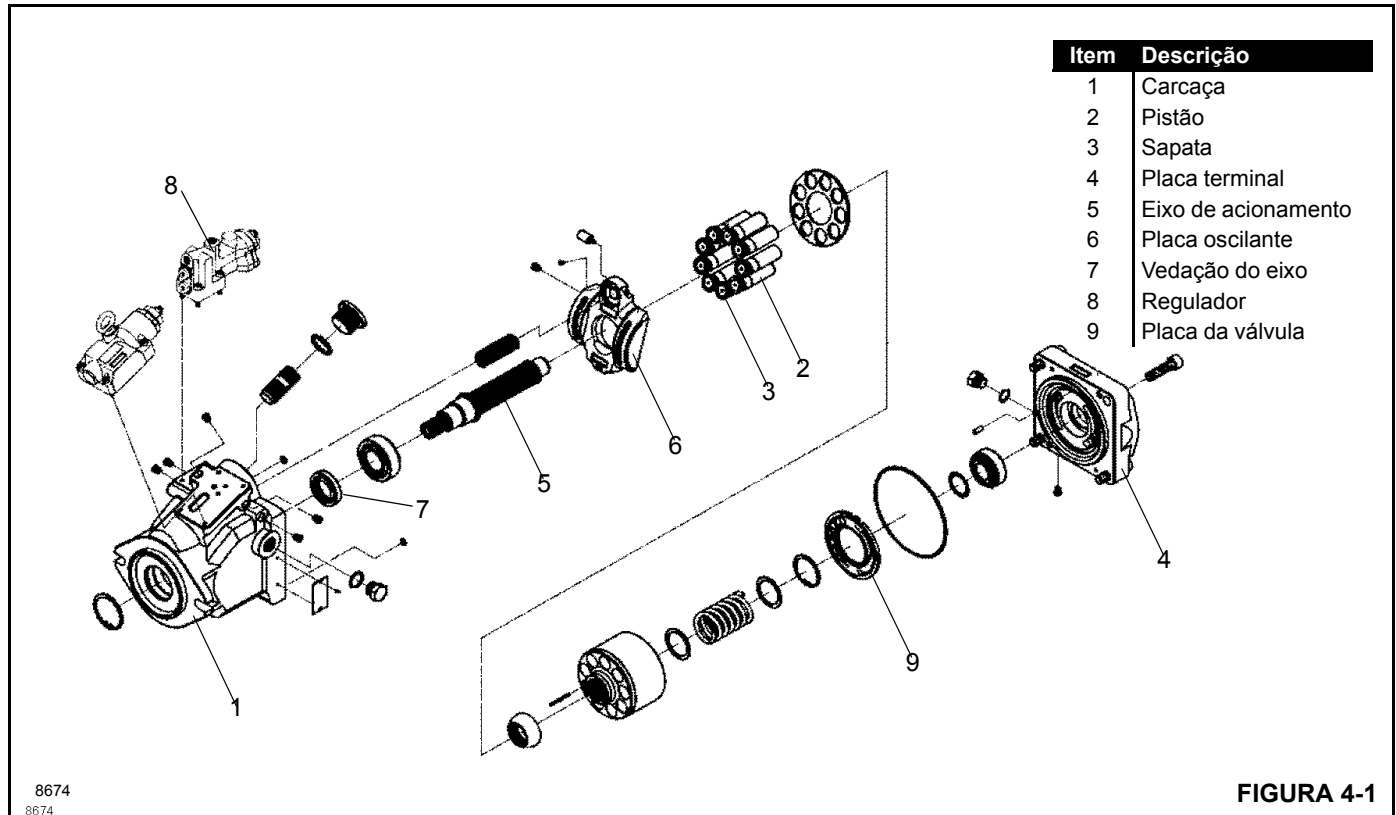

FIGURA 4-1
A bomba consiste basicamente em: carcaça (1, Figura 4-1), pistão (2), sapatas (3), placa terminal (4), eixo de acionamento (5), placa oscilante (6), vedação do eixo (7), regulador (8) e placa da válvula (9).
Quando a pressão do sistema cai abaixo do ajuste da mola do compensador, a força da mola retorna o carretel para a posição normal, o que drena o pistão de controle (2, Figura 4-1) para o dreno da caixa da bomba. Isso diminui o curso da bomba, reduzindo a vazão de fluido até o nível necessário.